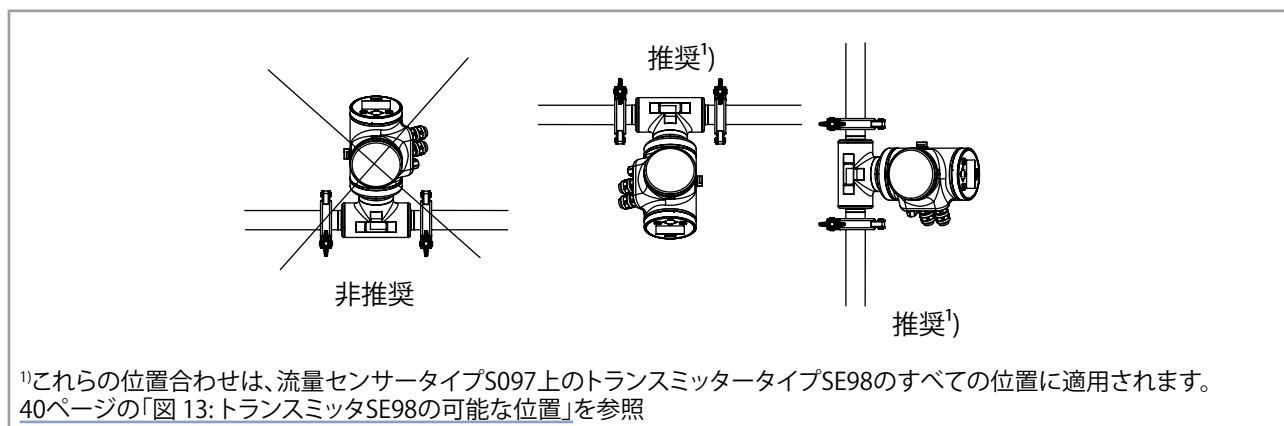

図 17: 高い液体温度の影響を避けるためのケーブル接続付きのデバイスバリエーションの位置合わせ
- ケーブル接続付きトランスミッタの内部温度が最大許容値を超えないようにするため、図 17の推奨事項に従って取付を行ってください。